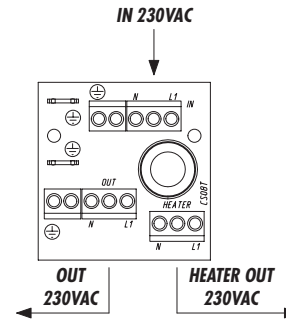
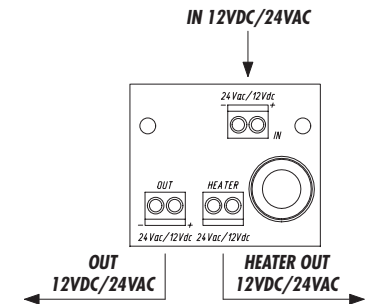

Fig. 5
Fig. 6
- Effettuare le connessioni elettriche della resistenza sul morsetto indicato con HEATER (Fig. 5, riscaldamento 115/230VAC o Fig. 6, riscaldamento 12VDC/24VAC).
- Effectuer les connexions électriques de la résistance sur la borne indiquée comme HEATER (Fig. 5, chauffage à 115/230VAC ou Fig. 6, chauffage à 12VDC/24VAC).
- Connect the resistance wires to the terminal marked HEATER (Fig. 5, heating 115/230VAC or Fig. 6, heating 12VDC/24VAC).
- Die elektrischen Anschlüsse des Widerstandes mit der Klemme HEATER vornehmen (Fig. 5, Heizung 115/230VAC oder Fig. 6, Heizung 12VDC/24VAC).